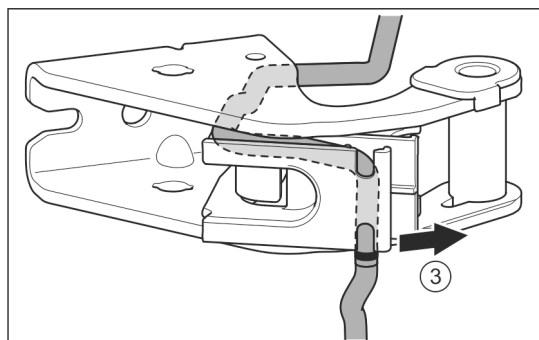

Fig. 30
- ▶ Kabel aus der Führung lösen. Fig. 30 (3)